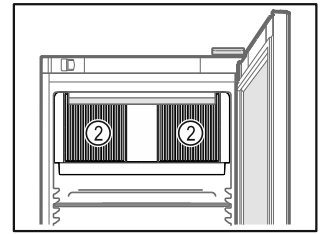

Fig. 61
- 内部循环风机的通风槽 Fig. 61 (2) 保持畅通。